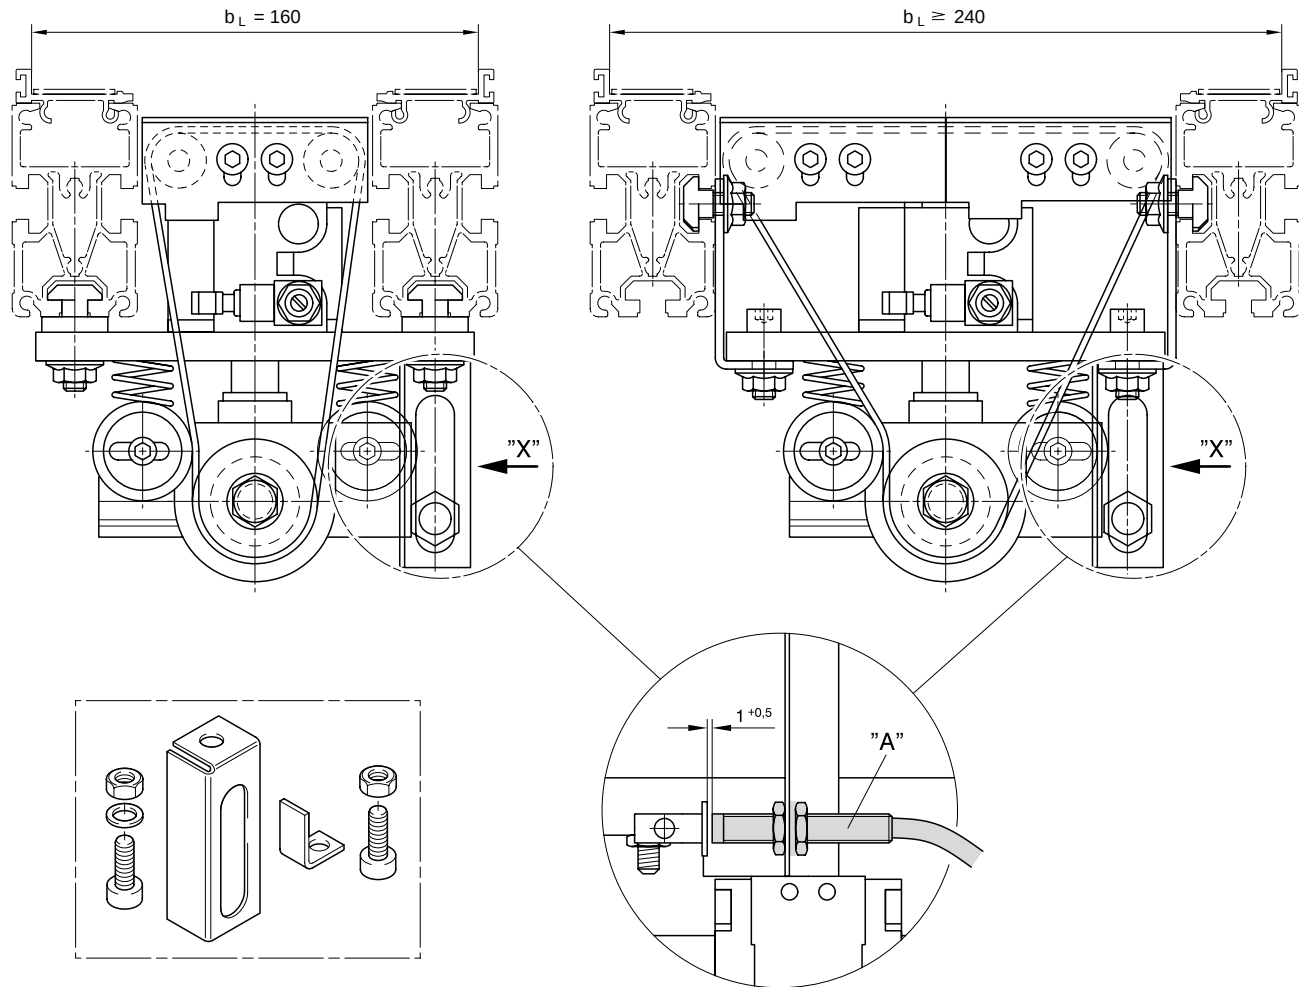

Fig. 8
■ Die elektrischen Näherungsschalter EN 60947-5-2/1A12 ("A", Fig. 8), je nach Transportfunktion 1 bis 3 Stück, auf richtigen Schalterabstand zum Bedämpfungswinkel einstellen.
■ Adjust the electrical proximity switches EN 60947-5-2/1A12 ("A", Fig. 8), 1 to 3 switches depending on transport function, to the correct distance relative to the dampening angle.
■ Régler les détecteurs de proximité EN 60947-5-2/1A12 (« A », Fig. 8), 1 à 3 pièces selon la fonction du transport, à la bonne distance de l'interrupteur par rapport à l'angle d'amortissement.